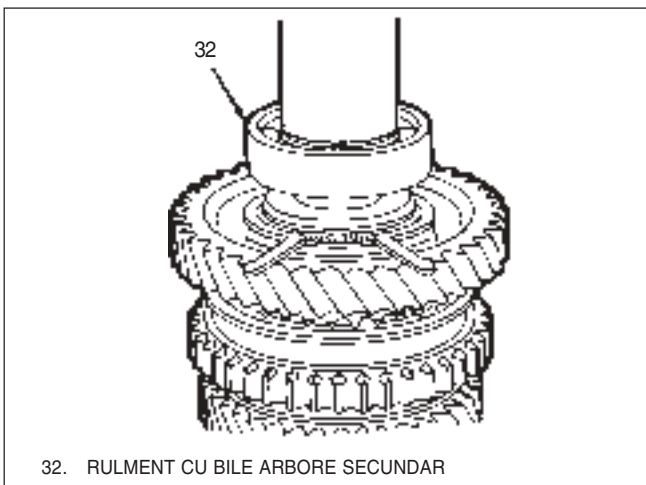

Fig. 48 Montare rulment cu bile arbore secundar
16) Siguranța(31) și rulmentul cu bile(32) pe arbore, Fig 48 și 57.